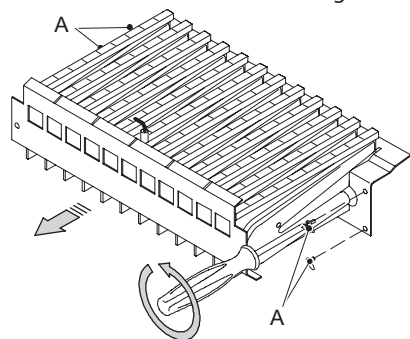

Figura 8.1
- Togliere il pannello anteriore della camera di combustione ed il bruciatore in Figura 8.1.
- Rimontare il bruciatore Figura 8.1, il pannello